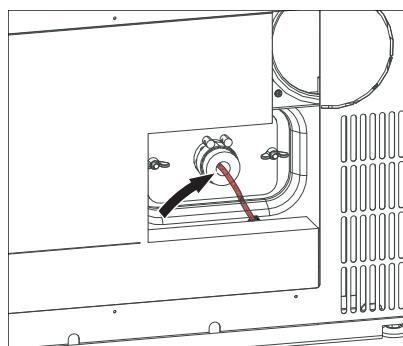

Fig.56 Scollegare il cavo del collettore di polveri (solo per le caldaie a pellet con collettore di polveri elettrostatico integrato)
- ▶ Scollegare il cavo del collettore di polveri (solo per le caldaie a pellet con collettore di polveri elettrostatico integrato) – Fig. 56.